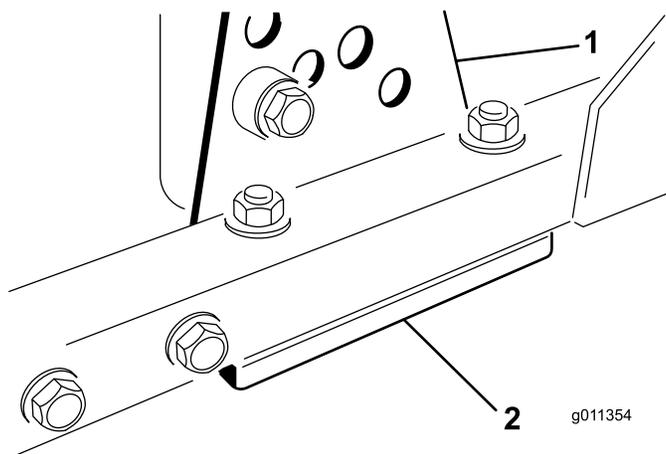

Рисунок 87
1. Снимите кронштейн высоты скашивания (передний, левый или правый) с рамы деки (Рисунок 87).
2. Установите регулировочные прокладки толщиной 1,5 мм и/или 0,7 мм между рамой деки и кронштейном, чтобы получить необходимую регулировку высоты (Рисунок 87).